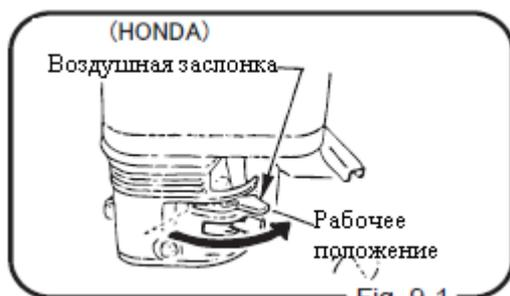

Fig. 9-1
- После пуска двигателя верните рычаг регулятора в положение минимальных оборотов. Постепенно верните воздушную заслонку в открытое положение (рис. 9-1 и 9-2).